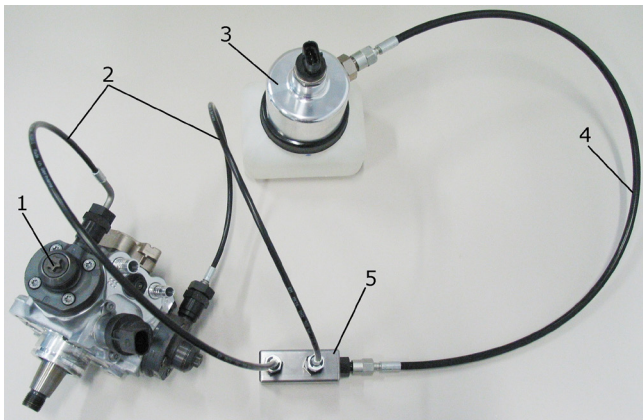

Fig. 14: Esempio di collegamento su pompa di alta pressione Common Rail CP 4.2
1. Condurre insieme i raccordi ad alta pressione di CP 4.2 (fig. 14, pos. 1) e del rail collettore (fig. 14, pos. 5) attraverso tubi flessibili neri da 60 MPa (fig. 14, pos. 2) e con il corrispondente adattatore di collegamento, angolo, dado e anello di pressione (filettatura sinistrorsa).
3. Collegare il rail collettore (fig. 14, pos. 5) attraverso il tubo flessibile nero da 60 MPa (fig. 14, pos. 4) al modulo di rilevamento pressione (fig. 14, pos. 3).
5. Collegare il tubo flessibile da 180 MPa al rilevatore di pressione (fig. 14, pos. 5).